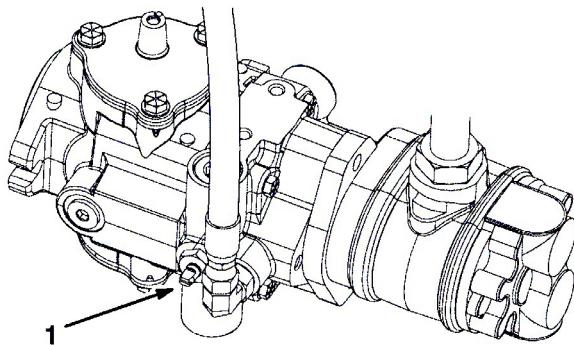

図40
1. 油圧ポンプについているバイパスバルブ(図40)の溝が「縦」になるようにバルブを回転させる。
2. エンジンを始動する時には、必ずバイパスバルブ(図40)を閉じてください(溝が横向きになる)。バルブを開けたままでエンジンを掛けないで下さい。